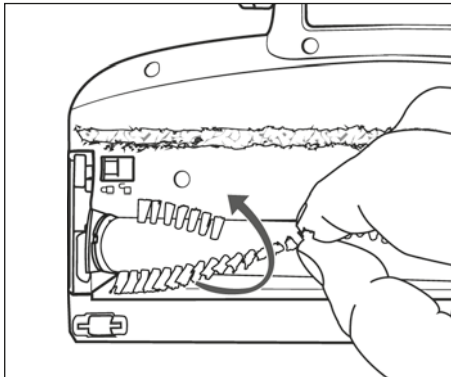

Abb. 27
- 3) Ziehen Sie die Bürstenrolle 21 an den Borsten aus der Bodenbürste 22 heraus. Drehen Sie die Bürstenrolle 21 dabei etwas, um sie leichter entnehmen zu können (siehe Abb. 27).